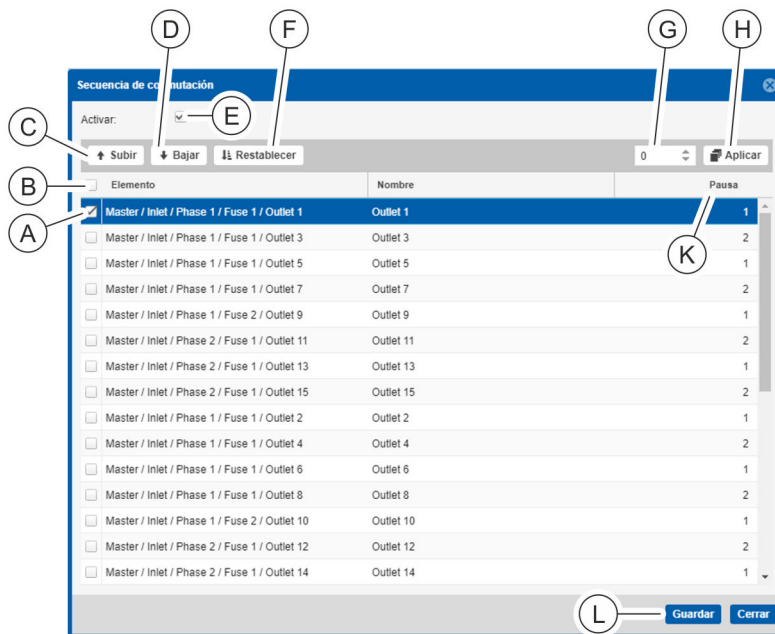

Fig. 145: Configurar secuencia de conmutación
1. A través del menú "Configuración" → "Secuencia de conmutación" puede abrir la pantalla "Secuencia de conmutación" (Fig. 145).
2. En caso de necesidad, seleccione la casilla de verificación "Activar" para activar la secuencia de conmutación (Fig. 145/Ⓔ).
3. ➤ Clasifique los sockets en el orden deseado. Para ello, seleccione cada uno de los sockets a través de la casilla de verificación (Fig. 145/Ⓐ) y muévalos con los botones "Arriba" (Fig. 145/Ⓞ) y "Abajo" (Fig. 145/Ⓟ) o mediante Arrastrar y soltar.
4. ➤ Si es necesario, defina un tiempo de espera para cada uno de los sockets que se inicie después de que se hayan conmutado los sockets. Para ello, seleccione un socket de la lista e introduzca el tiempo de espera deseado en segundos en el cuadro seleccionado de la columna Pausa (Fig. 145/Ⓢ).
5. ➤ En caso de selección múltiple, introduzca un tiempo de espera en segundos en el campo de entrada (Fig. 145/Ⓞ) y acéptelo utilizando el botón "Aplicar" (Fig. 145/Ⓢ).
- ⇒ El tiempo de espera ajustado se muestra en la columna "Pausa" (Fig. 145/Ⓢ).
6. ➤ Si es necesario, haga clic en el botón "Restablecer" (Fig. 145/Ⓢ) para reorganizar la lista de sockets y restablecer el tiempo de espera.
7. ➤ Guarde la configuración con el botón "Guardar" (Fig. 145/Ⓢ).